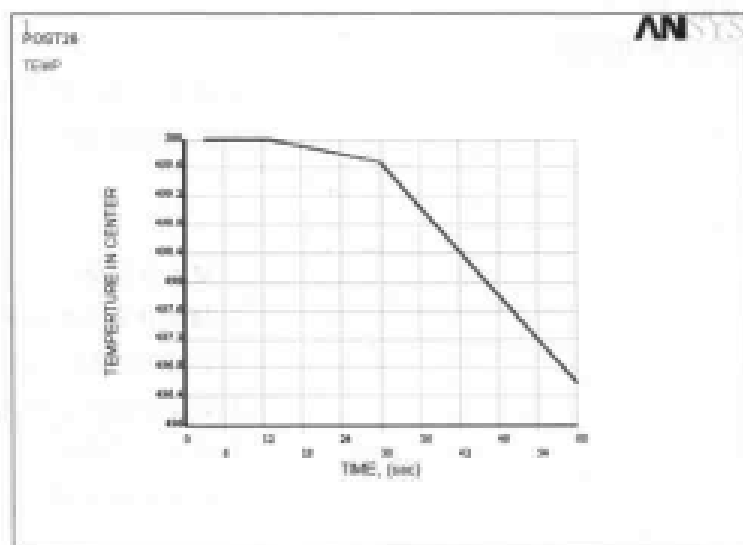

图 10-40 型材横截面中心温度随时间的变化关系曲线图
(7) 单击 DDefined Time-History Variables 对话框中的 Close 按钮关闭该对话框。
(8) 选择 Main Menu | TimeHist Postpro | Graph Variables 命令, 出现 Graph Time-History Variables 对话框, 在 NAVR1 1st variable to graph 文本框中输入 2, 单击 OK 按钮, ANSYS 显示窗口将显示型材横截面中心温度随时间的变化关系曲线图, 如图 10-40 所示。